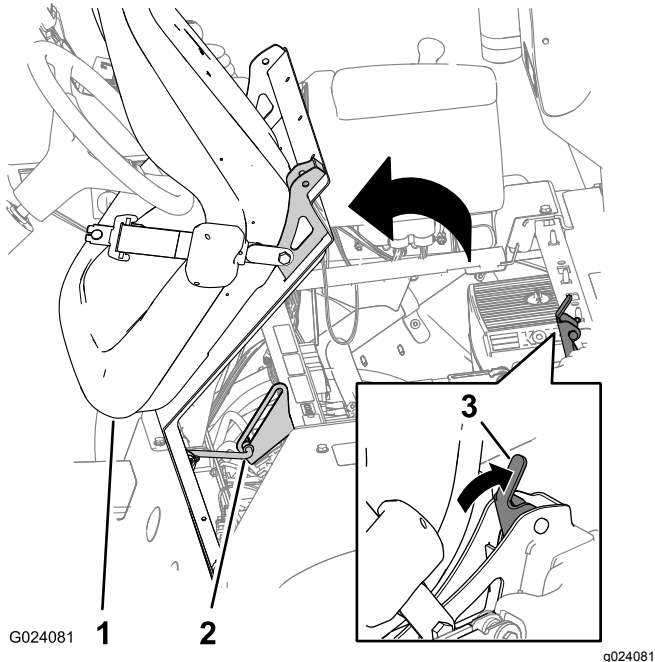

Bild 3
2. Drücken Sie den Sitzriegelgriff nach hinten, um den Sitz zu entriegeln (**Bild 3**).
3. Drehen Sie den Sitz und die Sitzplatte nach vorne, bis sich das Ende der Stützstange an der Stützstangenhalterung unten an der Rille der Halterung befindet (**Bild 3**).